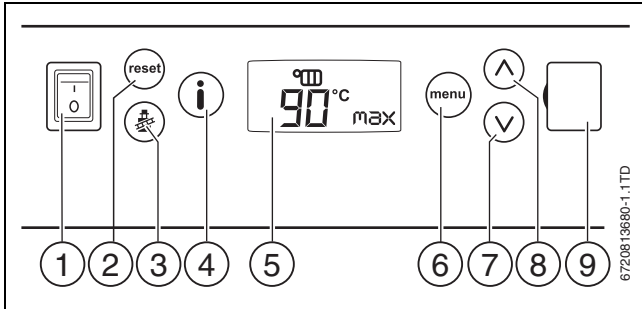

Рис. 5 Панель управления
- ▶ Установите пусковой выключатель в положение «1» (→ рис. 5, [1]).